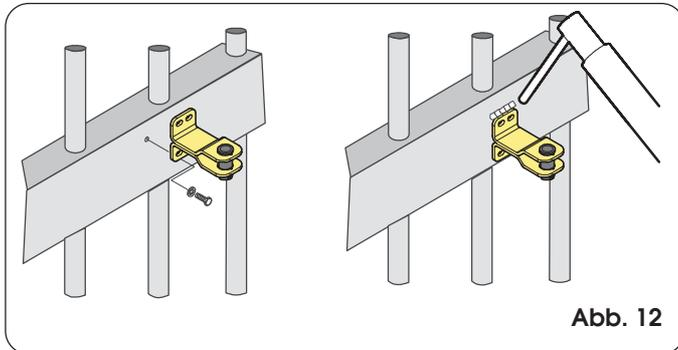

Abb. 12
- Die Befestigung des Antriebs herausziehen und am Flügel anbringen. Die Befestigung kann direkt verschweißt oder mit Hilfe von Gewindeeinsätzen angeschraubt werden (Abb. 12).